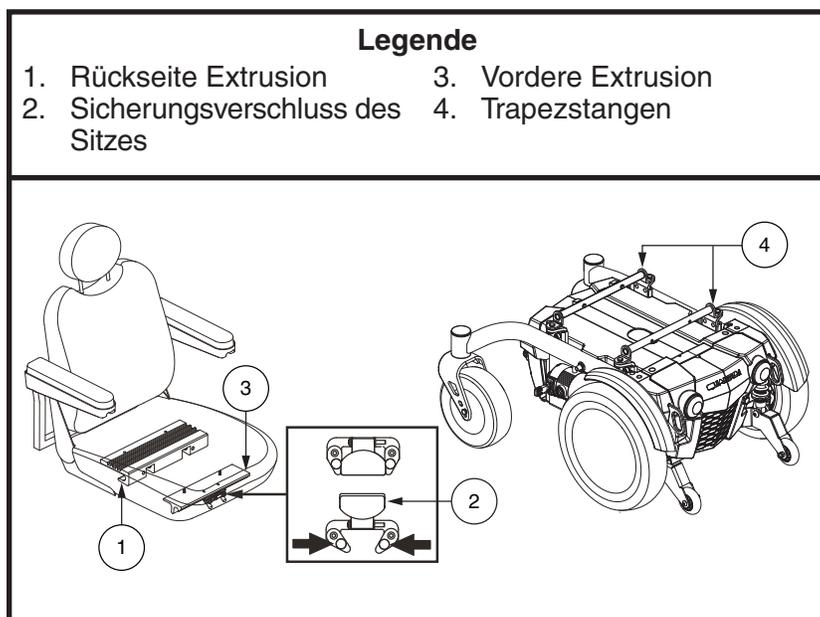

Bild 7. Universal Mounting System und Kontursitz
Es ist unter Umständen nötig, den Sitz entweder vor der Erstbedienung oder nach einem Transport einzubauen. Kontursitze werden durch das Universal Mounting System (UMS) mit dem Netzteil verbunden. Das UMS besteht aus universellen Teilen, die an dem Sitz befestigt werden können, egal wie breit oder tief dieser ist. Die zwei Hauptkomponenten sind Aluminiumextrusionen, die an der Sitzbasis befestigt sind. Diese Extrusionen werden an zwei Trapezstangen montiert, welche an dem Netzteil befestigt sind. **Siehe Bild 7.**
1. Kippen Sie den Sitz leicht nach hinten und schieben Sie die hintere Extrusion auf die hintere Trapezstange. **Siehe Bild 7.**
4. Klappen Sie den Sicherungsriegel des Sitzes hoch. **Siehe Bild 7.**